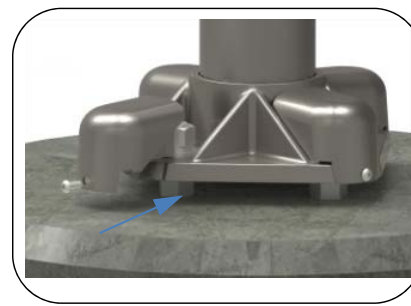

Fig. 7: Instalación de tapa tuercas
7. Coloque el tapa tuerca como se indica en la Fig. 7.